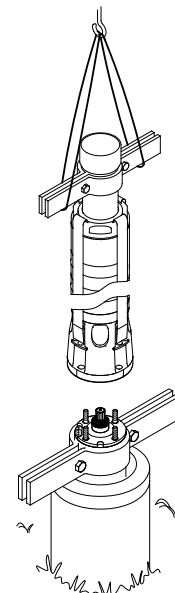

Рис. 15 Подъём и установка насоса
3. Поднимите насосную часть с помощью трубных хомутов, установленных на 50 сантиметровом патрубке. См. рис. 15.